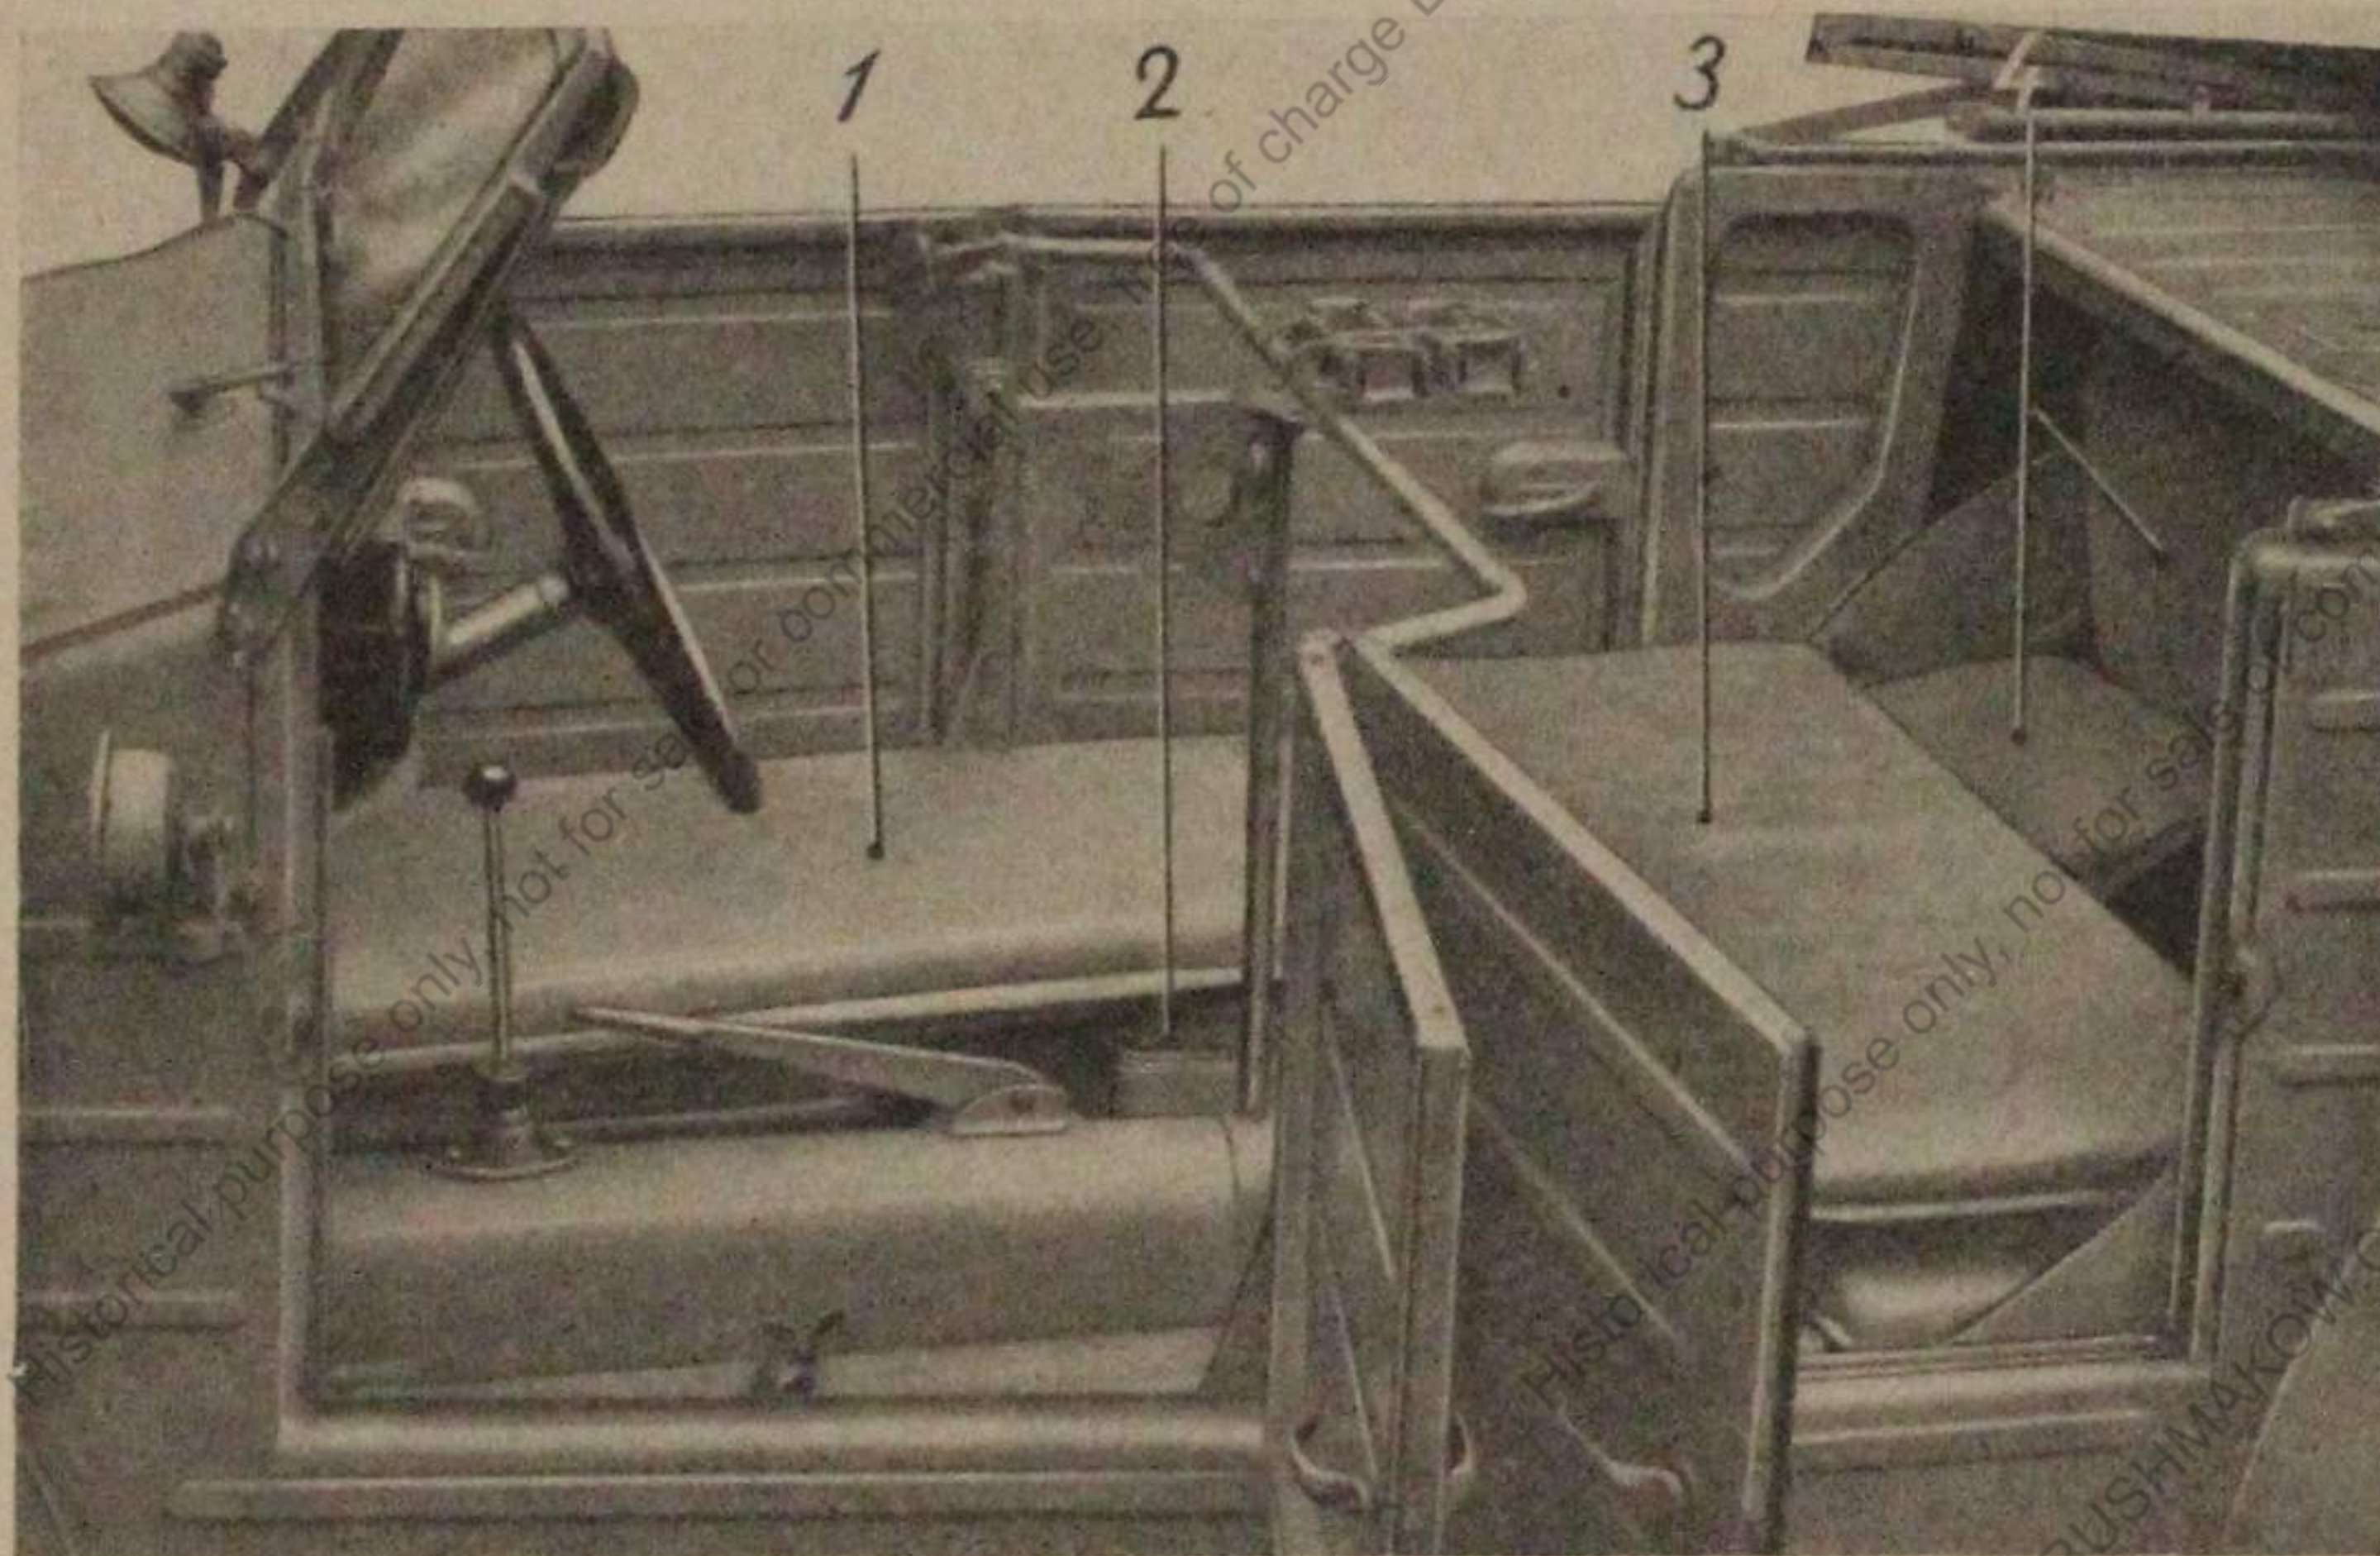

Bild 7 Fahrzeug mit umgebauten Sitzen
Ferner können noch zwei weitere Leichtkranke bzw. Leichtverwundete nach Umbau der Sitze mitbefördert werden (Bild 7), und zwar einer liegend und einer sitzend.
2. Rückenlehne der hinteren Sitze lösen und an die Stelle des Beifahrersitzes auf Fußrost bzw. Einheitsbehälter für Kraftstoff (20 Liter) legen (Bild 7).
3. Beifahrersitz in den hinteren Geräteraum unter das Sitzpolster der hinteren Sitze legen (Bild 7).